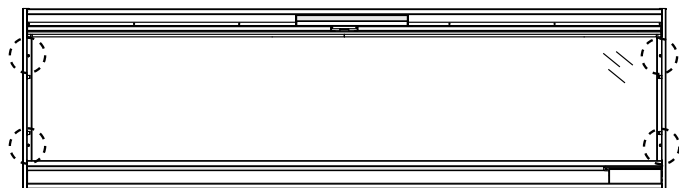

Fig. 2-5
4. Retirez le support du panneau en plastique en retirant les vis (**Fig. 2-5 & 2-6**).